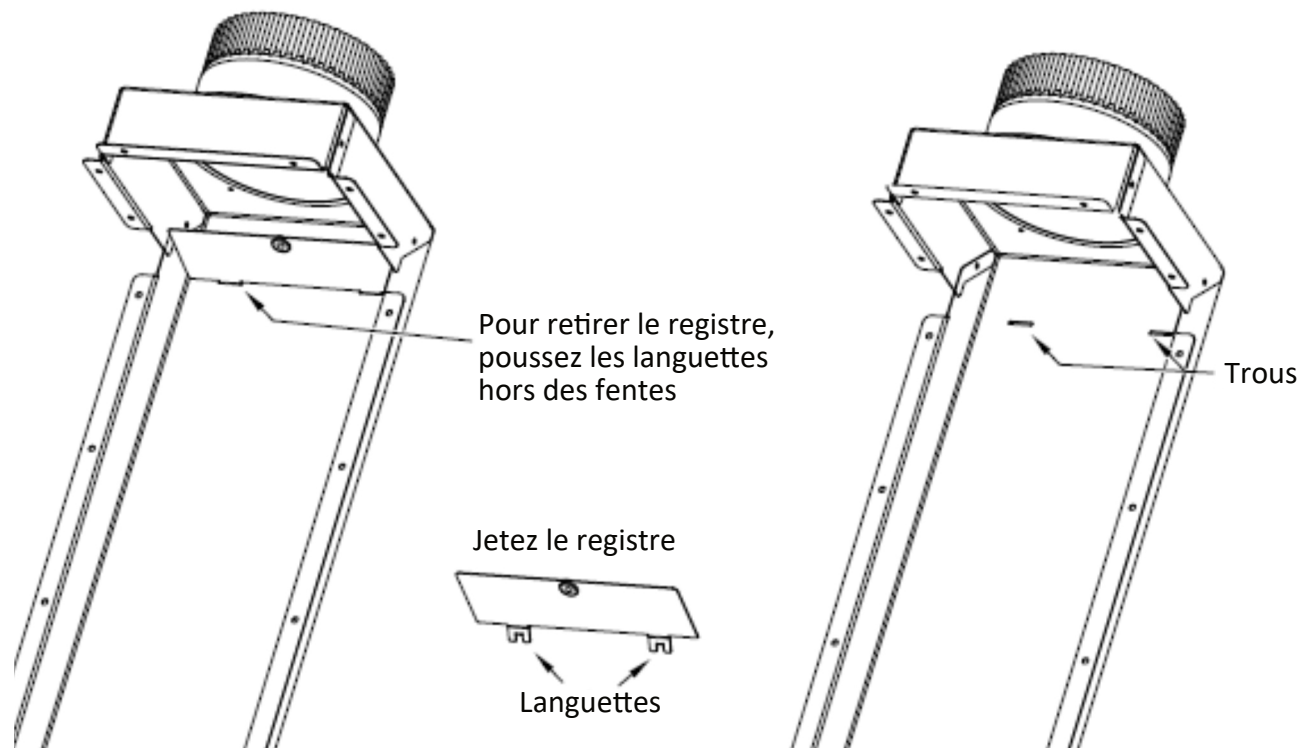

Figure 4.4 - Retrait du registre de chute d'air pour installer le kit HTK-INT
- Note: Si vous utilisez le kit HTK-INT, le registre doit être retiré. Voir la Figure 4.4.